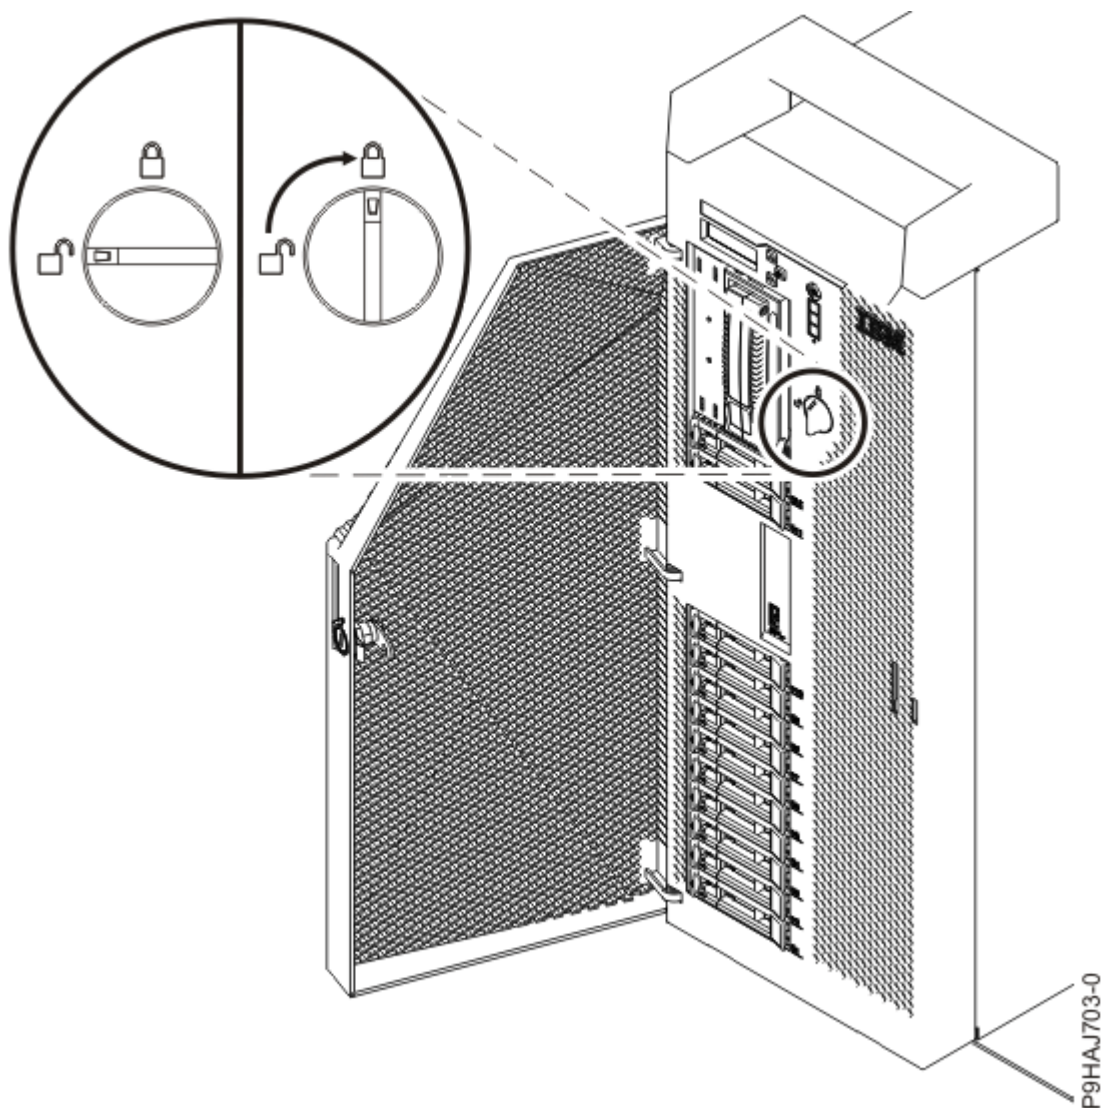

Figure 48. Fermeture du loquet de couvercle avant
- d) Tournez le loquet du couvercle vers la droite (dans le sens des aiguilles d'une montre) afin de verrouiller le couvercle. comme illustré dans la Figure 48, à la page 50.